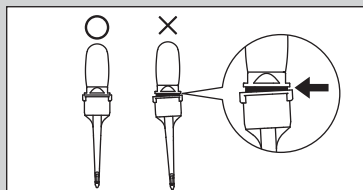

図 9
- ・ノズルチップの取り付けは図9を参照の上、奥までしっかり取り付けてください。しっかりと取り付けられていない場合、ノズルチップが脱落し、誤飲の原因になります。